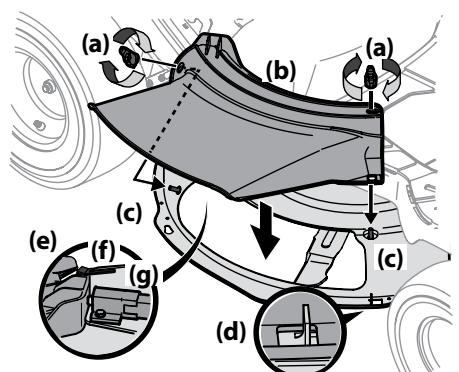

Figura 2-8
- Extraiga las perillas de aleta (a) que instaló en la plataforma de corte y consérvelas para colocarlas posteriormente. Consulte la Figura 2-8.
- Coloque el canal de la plataforma (b) en la abertura de descarga de la plataforma. La parte trasera del canal de la plataforma (b) debe estar debajo de la lengüeta (f) del soporte trasero de la plataforma (g). Los pernos prisioneros (c) de la superficie de la plataforma calzarán a través de los orificios de la parte superior del canal de la plataforma (b). La pequeña lengüeta (d) del borde de la plataforma calzarán a través del recorte cuadrado de la parte inferior del canal de la plataforma (b). Consulte la Figura 2-8.
3. Sujete el canal de la plataforma (b) ajustando las perillas de aleta (a) que extrajo en el Paso 1. Consulte la Figura 2-8.